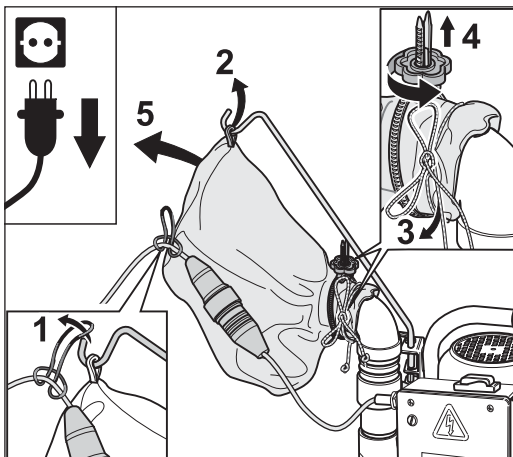

Abb. 57 Den Staubsack abnehmen.
- 4 Nehmen Sie den Zugentlastungsring mit dem Verlängerungskabel von der Kabelstütze ab (Abb. 57, 1).
- 5 Hängen Sie die Lasche am Staubsack von der Kabelstütze ab (Abb. 57, 2).
- 6 Öffnen Sie die Schleife der Kordel am Staubsack (Abb. 57, 3).
- 7 Lösen Sie die Mutter am MultiClip (Abb. 57, 4).
- 8 Ziehen Sie den Staubsack vorsichtig vom Stutzen des Schlauchs ab (Abb. 57, 5) und verschließen Sie den Staubsack mit der Kordel, damit auf dem Weg zum Entleeren kein Staub entweichen kann. Nehmen Sie den MultiClip ab.